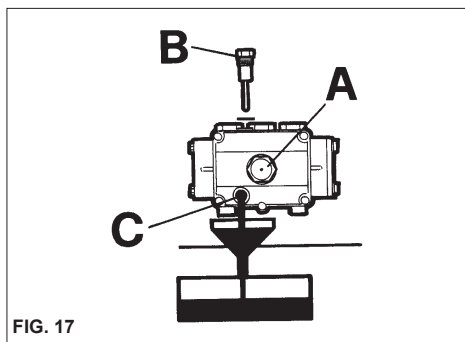

FIG. 17
2) Dévisser le bouchon de la tige de contrôle de niveau (fig. 17).